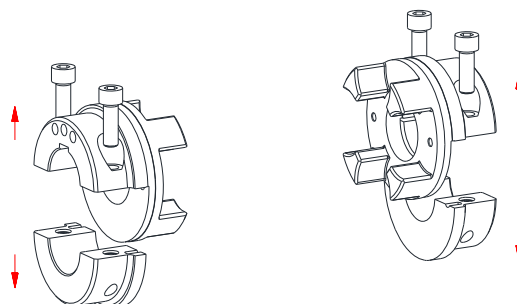

Figura 11: Desmontaje de las semi-partes
- Separe ambas partes del cuerpo del mangón (véase figura 11).